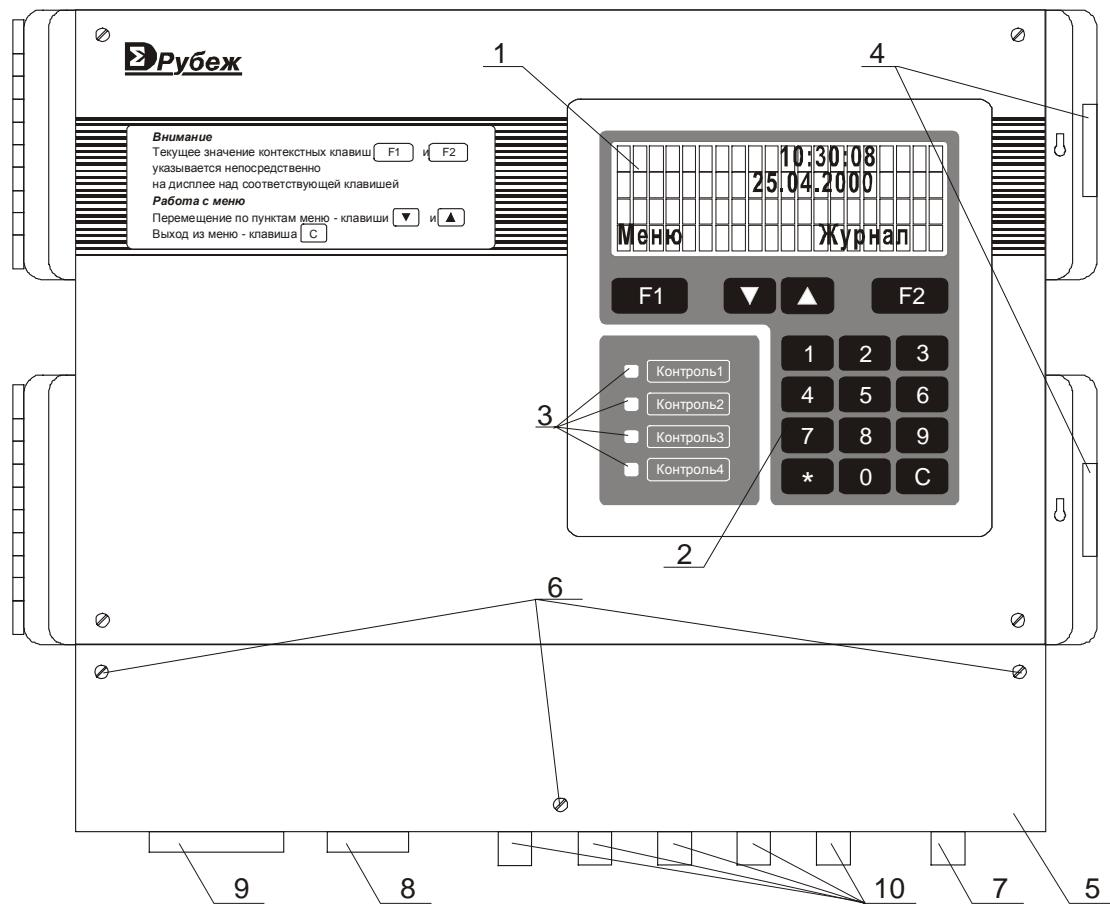

Рис. 7 Внешний вид БЦП (исп.1,2)
Внешний вид БЦП (исп. 1,2) представлен на Рис. 7. Конструктивно БЦП может поставляться в двух вариантах: в корпусе из ударопрочного полистирола или в металлическом корпусе. На лицевой панели расположены дисплей (1), клавиатура (2) и блок светодиодных индикаторов (3). Для доступа к клавиатуре необходимо открыть прозрачную крышку, нажав на зажимы (4). Под крышкой (5)